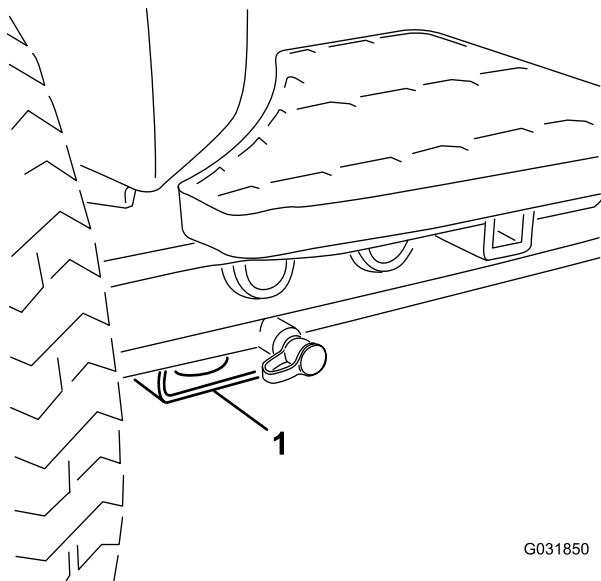

Figura 43
- Dianteira – pastilha retangular, por baixo do tubo do eixo, dentro de cada pneu dianteiro (Figura 43).